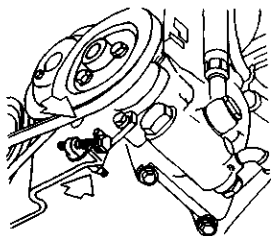

图 3-220 拆下前支架
- 3) 拆下液压泵前支架上的张紧螺栓, 如图 3-220 所示。